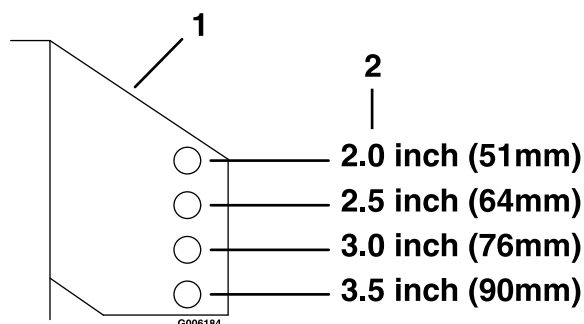

Figura 17
6. Coloque los rodillos en una de las posiciones ilustradas (Figura 17). Los rodillos mantendrán una holgura de 19 mm (3/4 pulgada) entre la máquina y el suelo para minimizar daños en el césped y desgaste o daño en los rodillos.